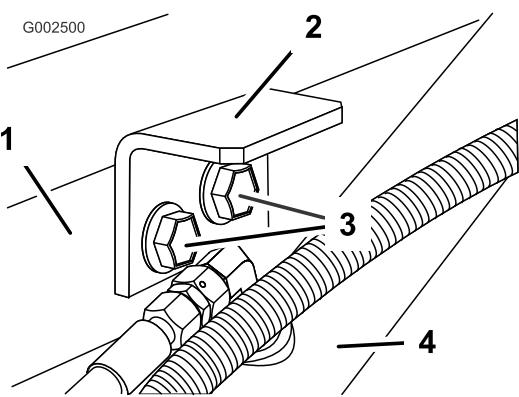

Figura 18
- Instale los soportes de sujeción usando los dos pernos y tuercas con arandela prensada que retiró anteriormente (Figura 18).